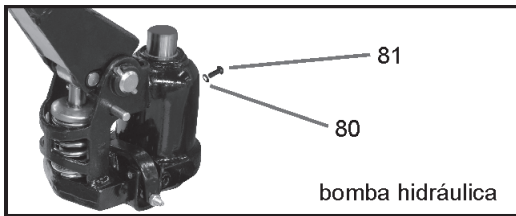

Fig. 10 – Completando ou substituindo o óleo
- Para o correto funcionamento do equipamento, utilize na bomba somente óleo hidráulico viscosidade ISO VG 32 (aproximadamente 250 ml). Verifique periodicamente o nível de óleo da bomba e caso necessário complete o volume. Também recomendamos substituir totalmente o óleo da bomba a cada 12 meses e, em caso de necessidade, substituir também os reparos. Para completar ou substituir o óleo, remova o parafuso "81" e o ring "80", complete o volume de óleo e recoloque o ring "80" e o parafuso "81", ver fig. 10.